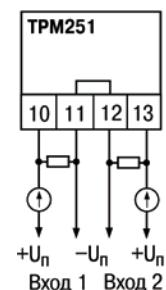

Рис. 6.10
3. Для питания нормирующих преобразователей необходим дополнительный источник постоянного напряжения U_n . На **рис. 6.10** показаны схемы подключения датчиков с унифицированным выходным сигналом $4\ldots20$ мА к приборам по двухпроводной линии. Значение напряжения U_n указывается в технических характеристиках нормирующего преобразователя и, как правило, лежит в диапазоне $18\ldots36$ В.